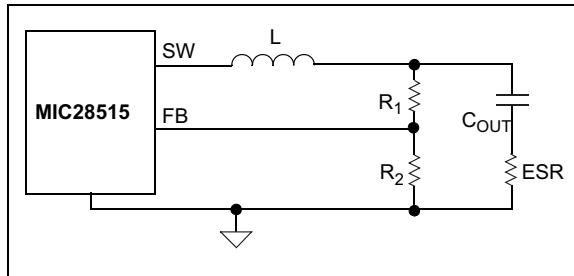

图5-2: FB处的纹波充足
1. 输出电容（图5-2）的ESR较大，反馈电压的纹波充足。转换器稳定，无需注入任何纹波。